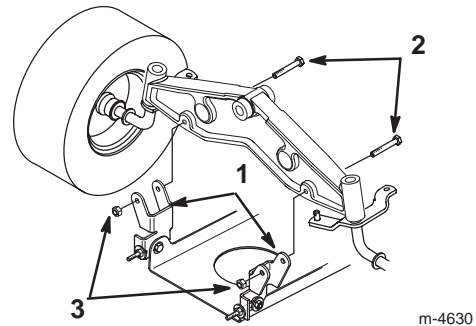

Bild 42
9. Montieren Sie die Mähwerkschwenkhalterungen mit Schrauben und Sicherungsmuttern an der Vorderachse (Bild 42).